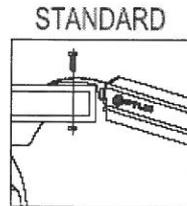

Fig. 6
- Una vez colocadas las rampas en posición de utilización, introducir el tornillo de fijación por la parte superior del terminal haciéndolo salir por la parte inferior de la plataforma de carga. A continuación colocar la tuerca al tornillo. **(Fig. 6)**